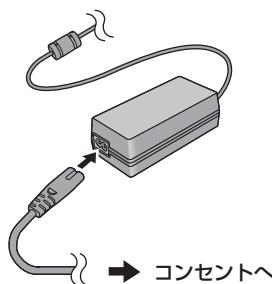

図 2
**2** ACコードをACアダプターに接続する。(図2)
**3** 電源プラグをコンセントに接続する。(図2)